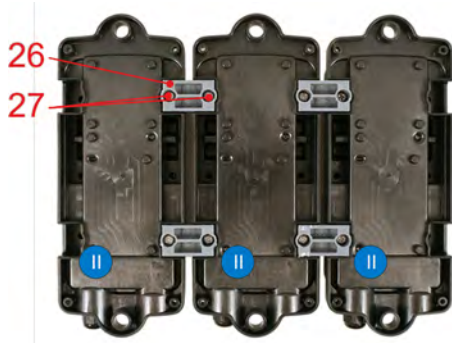

Abb. 6: Wandbefestigung
1. ▶ Pumpenmodule (I) von Rückwandmodulen (II) wie in ↪ Kapitel 5.1.2 „Rückwandmodul von Pumpenmodul trennen“ auf Seite 25 beschrieben trennen.
2. ▶ Rückwandmodule (Abb. 6, Pos. II) mit U-Verbindern (Pos. 26) anreihen und verschrauben (4 x Schrauben Pos. 27 beiliegend, Anzugsmoment = 1,5 Nm).